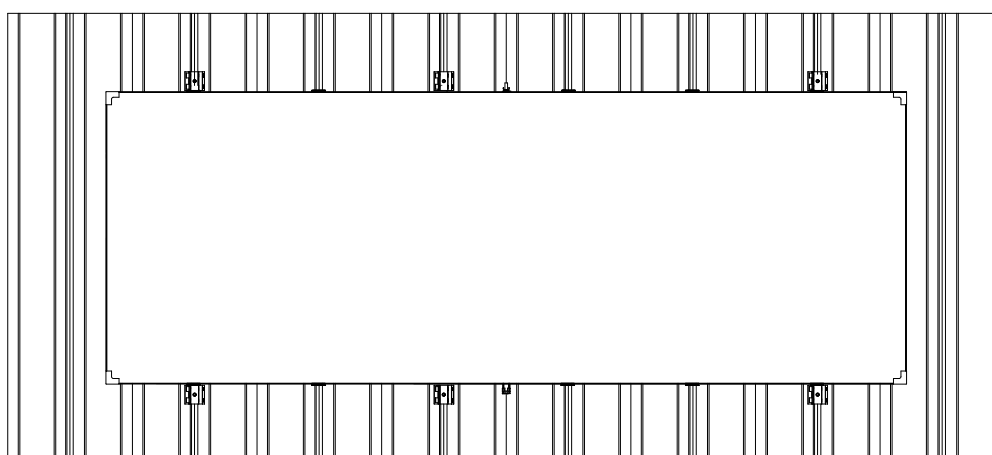

図 6
- すべての高さ調整ストリップとクランプの取り付けが完了したら、製品をクランプベースのそばに設置し、左右に位置を調整して、ジャンクションボックスと金属屋根の山部分が干渉しないようにします (図 6)。高さ調整ストリップにシリコンを塗布する取り付け方法を採用する場合は、固定後に接着部分の製品表面を軽く押し、製品の裏面が高さ調整ストリップにしっかりと接着されていることを確認してください。